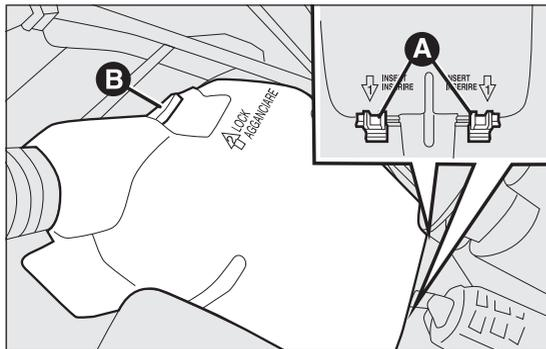

fig. 161
- inserire i due agganci A fig. 161 nelle relative sedi ubicate sulla scatola fusibili;